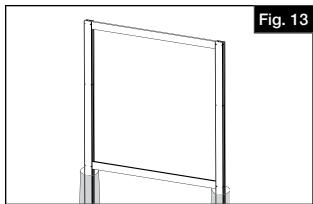

Fig. 13
- Insérer la traverse supérieure dans la rainure des deux poteaux. S'assurer que l'ouverture dans la traverse est orientée vers le bas. Fixer la traverse à l'aide de deux vis à tête hexagonale de 3/4 po (19 mm). Cela sert à tenir l'assemblage en place temporairement pendant que quelques planches sont ajoutées (Fig. 13).